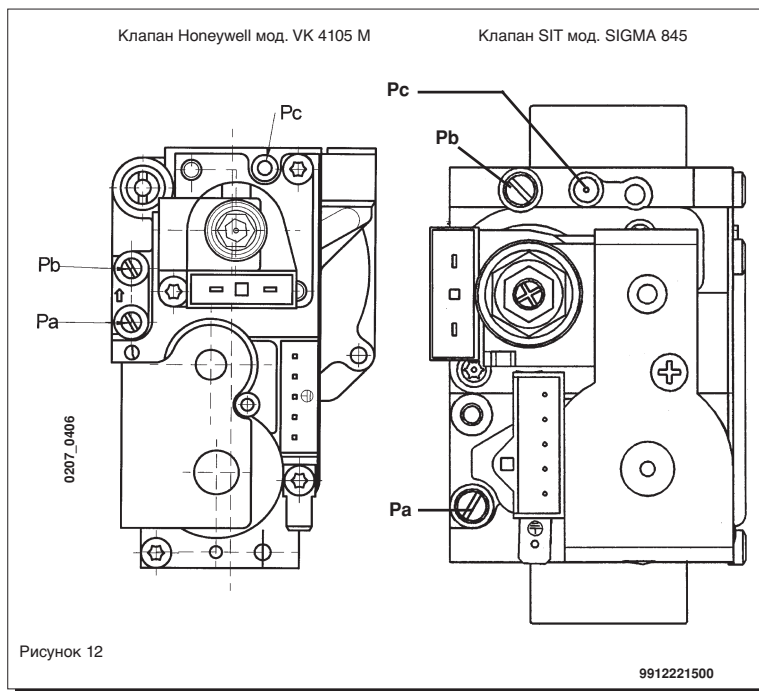

Рисунок 12
Порядок настройки регулятора давления слегка отличается в зависимости от типа используемого газового клапана (HONEYWELL или SIT, см. рис. 12).
- Присоединить линию положительного давления дифференциального манометра, желательного водяного типа, к точке отбора давления (Pb) газового клапана (см. рис. 12). Если котел имеет герметичную камеру, приделать к линии отрицательного давления того же дифманометра подходящий тройник, позволяющий соединить между собой уравнительную линию котла, уравнительную линию газового клапана (Pc) и сам манометр. (Чтобы произвести этот замер, можно также подключить манометр к точке отбора давления (Pb) и снять переднюю панель герметичной камеры.) Измерение давления в горелках иными методами может оказаться неверным, так как не учитывается вакуум, создаваемый вентилятором в герметичной камере.
- Проверить, что динамическое давление подачи газа на котел, замеренное в точке отбора давления (Pa) газового клапана (см. рис. 12), равнялось требуемому значению (30 мбар для бутана, 37 мбар для пропана, 20 мбар для природного газа).